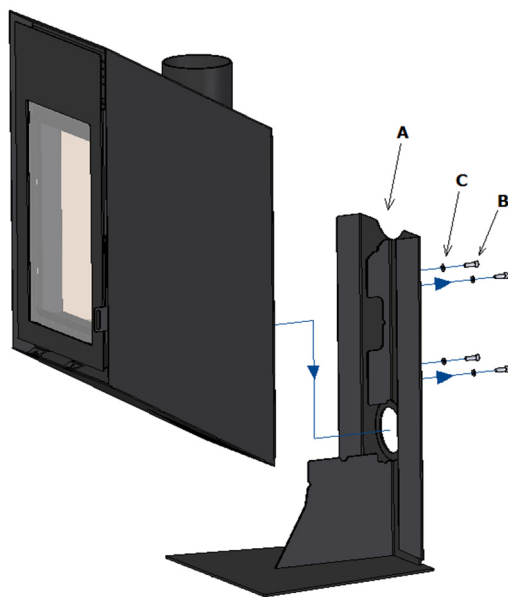

Fig. 26 – Retirar soporte del suelo
- 3 - En seguida debe reemplazar el soporte del suelo (Fig 26 [A]) por el soporte de pared (Figura 27 [A]) proporcionado en el kit comprado, utilizando los mismos tornillos y arandelas de la operación anterior;